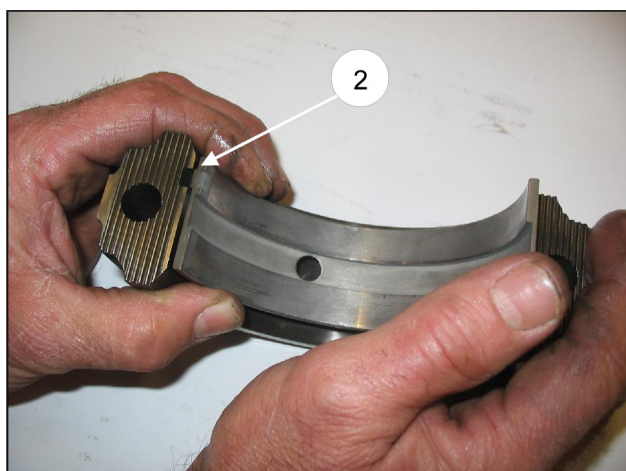

Рис. 6/а
Если направляющие штоки поршня были демонтированы, проверьте перед сборкой правильность расположения уплотнительных колец (поз. ①, Рис. 6/б), а при необходимости, замените их.